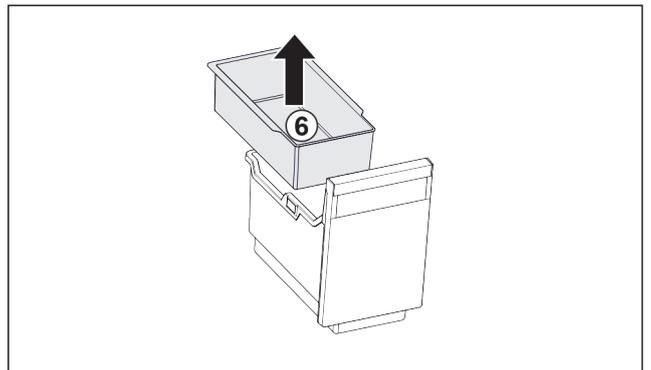

Fig. 100
- ▶ Odoberte závesnú misku Fig. 100 (6).